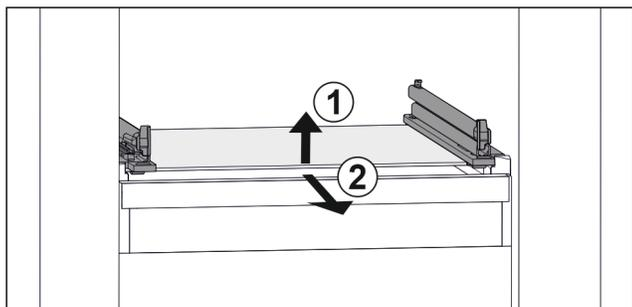

Fig. 117 Exemple de représentation de la tablette en verre
- ▶ Soulever la tablette en verre par l'avant. Fig. 117 (1)
- ▶ Retirer la tablette en verre par l'avant. Fig. 117 (2)